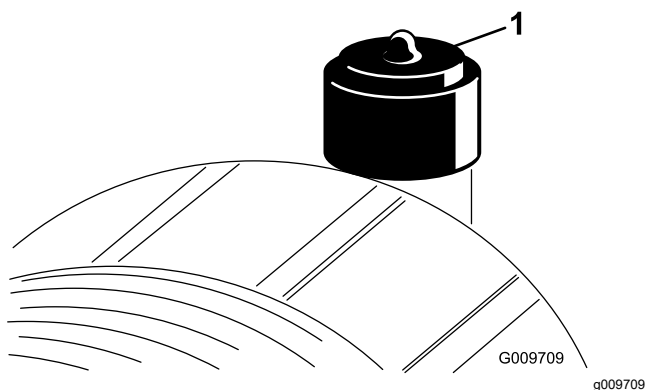

Figura 91
Faça a manutenção ao filtro de ar apenas quando o indicador de serviço (Figura 91) o exigir. Mudar o filtro de ar antes de ser necessário apenas aumenta a possibilidade de entrar sujeira no motor quando retira o filtro.
2. Reinicie o indicador (Figura 91) se este se apresentar vermelho.